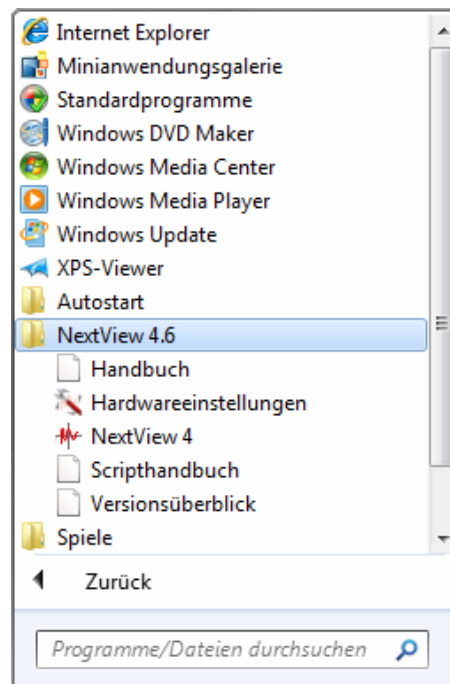

Abbildung 3
- **In NextView®4 verwendete Messhardware kann jederzeit geändert werden. Der Dialog "Geräteinstallation" ist über den Eintrag "Hardwareeinstellungen" in der Programmgruppe für NextView®4 im Windows® Startmenü erreichbar (s. Abbildung 3) oder über die gleichnamige Kachel auf dem Windows® 8 Startbildschirm.**